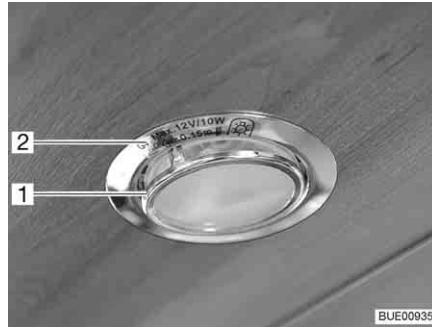

Bild 299 Infälld halogenlampa (platt)
Den infällda halogenlampan (Bild 299,2) är monterad i ramen.
- Lyft av den inre täckringen med glasskiva (Bild 299,1) med ett lämpligt verktyg (t. ex. en skruvmejsel) från lamphuset.